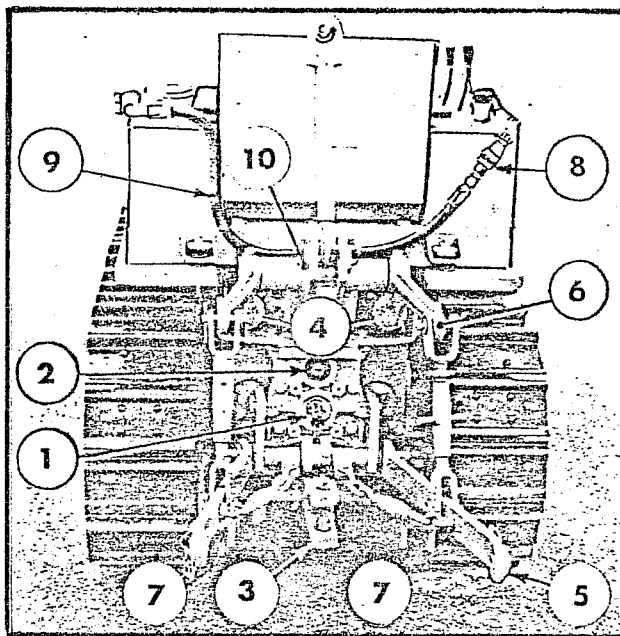

fig. 5
La presa di forza normale (1 fig.5) ruota in senso orario a: 544 giri/1', con motore a regime di potenza max,
La presa di forza veloce (2 fig.5) ruota in senso antiorario alla stessa velocità del motore e serve per applicazioni speciali richiedenti una elevata velocità.
Per il traino degli attrezzi é prevista una barra di traino a forcella (3 fig.5) imperniata anteriormente sotto il corpo trattricee sostenuta posteriormente da una traversa . La barra di traino é libera di ruotare sulla traversa in senso orizzontale , per adattarsi alle condizioni d'attacco degli attrezzi. Può essere fissata nella posizione voluta , mediante apposita spina in dotazione.
- due martinetti a doppio effetto ( 4 fig. 5 ) per l'azionamento dei bracci sollevatore. -
Lo sforzo massimo sollevabile all'estremità dei bracci ( 6 fig. 5 ) del sollevatore in senso verticale é di Kg. 4000.